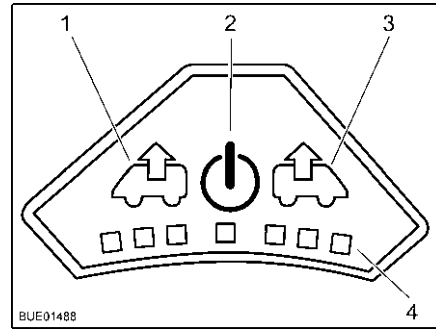

Fig. 134 Cuadro de mando del ventilador
- Conectar:** ■ Pulsar la tecla On/Off (Fig. 134,2). El ventilador funciona en el modo confort (extracción con la velocidad más baja del ventilador).
- Para aumentar la velocidad del ventilador: Pulsar la tecla de extracción (Fig. 134,1). La velocidad del ventilador aumenta un nivel en el sentido de extracción de aire. Los LEDs (Fig. 134,4) muestran los niveles de ajuste.
- Para disminuir la velocidad del ventilador: Pulsar la tecla de ventilación (Fig. 134,3). La velocidad del ventilador disminuye un nivel.
- Para aumentar la velocidad del ventilador: Pulsar la tecla de ventilación (Fig. 134,3). La velocidad del ventilador aumenta un nivel en el sentido de ventilación. Los LEDs (Fig. 134,4) muestran los niveles de ajuste.
- Para disminuir la velocidad del ventilador: Pulsar la tecla de extracción (Fig. 134,1). La velocidad del ventilador disminuye un nivel.
- Pulsar la tecla On/Off (Fig. 134,2). El ventilador se detiene, los LEDs se apagan.